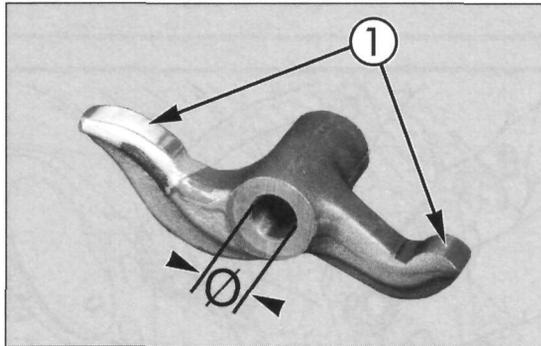

Bild 148
-  Ventilschaftende, Nockenkleitfläche und korrespondierende Kipphebel-Gleitflächen (Bild 148) auf übermässigen Verschleiss untersuchen.